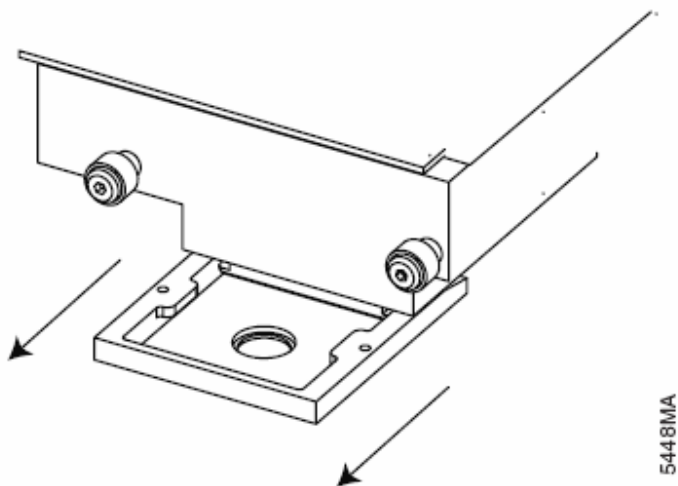

Abbildung 20. Entfernen der optischen Lochmaske.
6. Legen Sie Ihre Hand unter den optischen Messkopf. Greifen Sie die Seiten der optischen Lochmaske und ziehen Sie die Maske zu sich hin (Abb. 20).